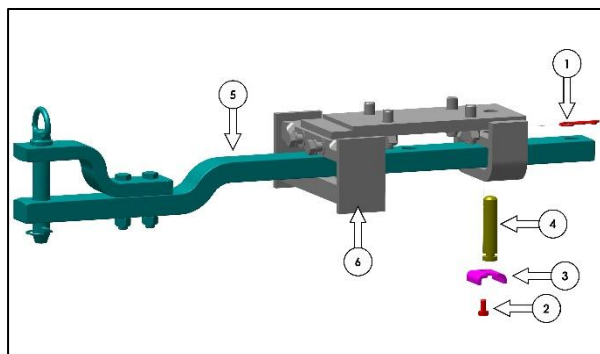

Fig. 205 : AJUSTEMENT EN LONGUEUR DE LA BARRE DE TRACTION
Pour obtenir la longueur souhaitée de la barre de traction (élément 5 sur la Fig. 205), suivre les étapes suivantes :
1. Insérer la barre de traction (élément 5 sur la fig. 205) en la faisant glisser sur dessus de la plaque de base de son support (élément 6 sur la fig. 205).
3. Tenir d'une main la petite plaque de verrouillage (élément 3 sur la fig. 205) sous la plaque de base, et de l'autre main, insérer la goupille de fixation (élément 4 sur la fig. 205) par le dessous et la sécuriser avec la goupille ressort (élément 1 sur la fig. 205) par le dessus.
4. Serrer la petite plaque de verrouillage (élément 3 sur la fig. 205) à l'aide du boulon de fixation (élément 2 sur la fig. 205) sur la plaque de base (élément 6 sur la fig. 205).
1. Retirer la goupille ressort (élément 1 sur la Fig. 205), la goupille de sécurité (élément 4 sur la Fig. 205), la plaque de verrouillage (élément 4 sur la Fig. 205) et le boulon de fixation (élément 2 sur la Fig. 205).